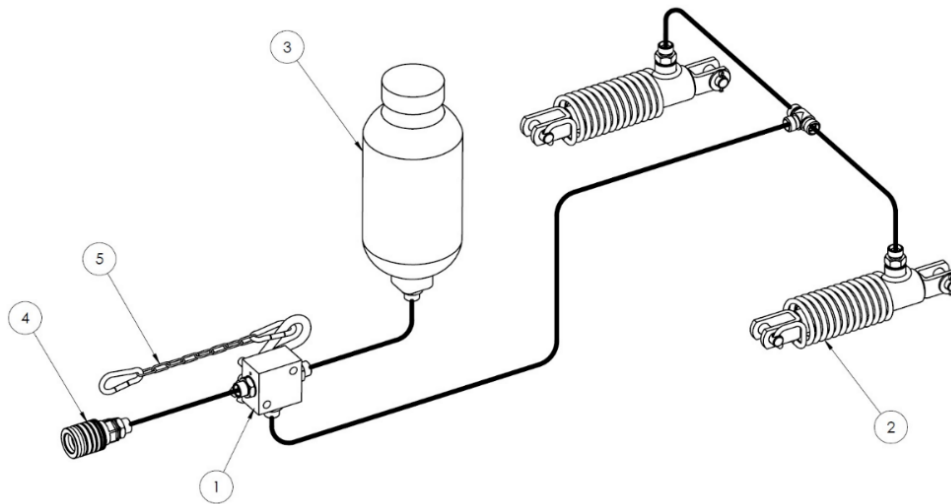

Abbildung 9. Hydraulische 1-Kreisbremsanlage
- - hydraulische Einleitungsbremsanlage (Abbildung 9),
Der Streuer kann optional mit einer hydraulischen Einleitungsbremsanlage ausgestattet werden - Abbildung 9. Die Betätigung der Bremse erfolgt durch Drücken des Bremspedals vom Fahrersitz des Schleppers aus. Die Bremse des Streuers wird direkt von der hydraulischen Bremsanlage des Schleppers versorgt und betätigt. Im Falle eines unbeabsichtigten LöSENS des Streuers von der Schlepperkupplung betätigt das Notfallventil (1) über die Kette (5) die Bremsen der Maschine.